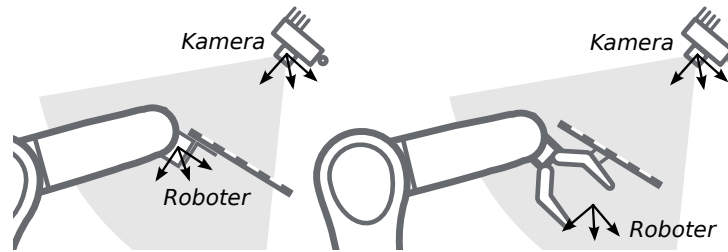

Abb. 6.19: Alternative Montageoptionen für die Befestigung des Kalibrier-musters am Roboter
**Kalibrierung einer statisch montierten Kamera** In Anwendungsfällen, bei denen die Kamera statisch verglichen zum Roboter montiert wird, muss das Kalibriermuster, wie im Beispiel in Abb. 6.18 und Abb. 6.19 angegeben, angebracht werden.
**Bemerkung:** Für das Modul zur Hand-Auge-Kalibrierung spielt es keine Rolle, wie das Kalibriermuster in Bezug auf das benutzerdefinierte *Roboter*-Koordinatensystem genau angebracht und positioniert wird. Das bedeutet, dass die relative Positionierung des Kalibriermusters zu diesem Koordinatensystem weder bekannt sein muss, noch für die Kalibrieroutine relevant ist (siehe in Abb. 6.19).